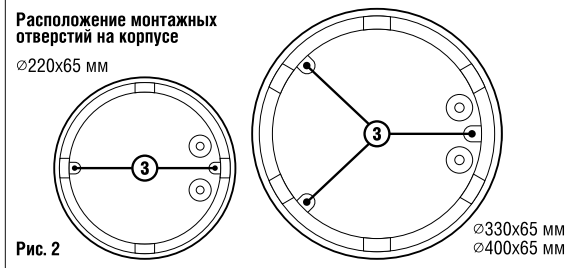

Рис. 2
- Наметьте место **3** будущей установки светильника и просверлите отверстия (расположение и количество монтажных отверстий обозначено на Рис. 2).